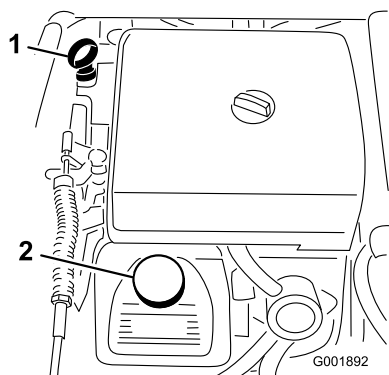

Figura 50
2. Retire a vareta e limpe-a com um pano limpo (Figura 50). Volte a colocar a vareta no tubo e verifique se está completamente introduzida. Retire a vareta e verifique o nível de óleo.
3. Se o nível de óleo estiver baixo, retire a tampa de enchimento da cobertura das válvulas (Figura 50) e adicione lentamente óleo suficiente na abertura até que o nível suba até à marca "Full" (Cheio) da vareta. Adicione o óleo lentamente e verifique o nível com alguma frequência durante o procedimento. Não encha demasiado.
8. Coloque lentamente cerca de 80% da quantidade de óleo especificada no bocal de enchimento do óleo (Figura 50).